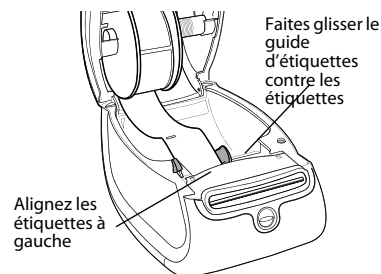

Figure 4
- Les étiquettes doivent être chargées avec leur bord gauche inséré contre le bord gauche de la fente de chargement d'étiquette. Voir Figure 4.
- 7 Alignez le bord gauche de l'étiquette avec le bord gauche de la fente de chargement d'étiquette, puis insérez l'étiquette dans l'emplacement. Voir Figure 4.
**8 (450, 450 Turbo, Duo et Twin Turbo uniquement)** Faites glisser le guide d'étiquettes vers la gauche jusqu'à ce qu'il soit aligné avec le bord droit de l'étiquette. Voir Figure 4.